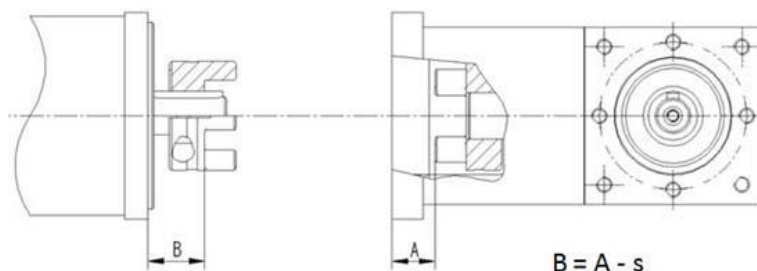

Abbildung 17: Montage eines Servomotors
- Maß A am Getriebe ausmessen (Abbildung 17)
- Maß A am Getriebe ausmessen Abbildung 17